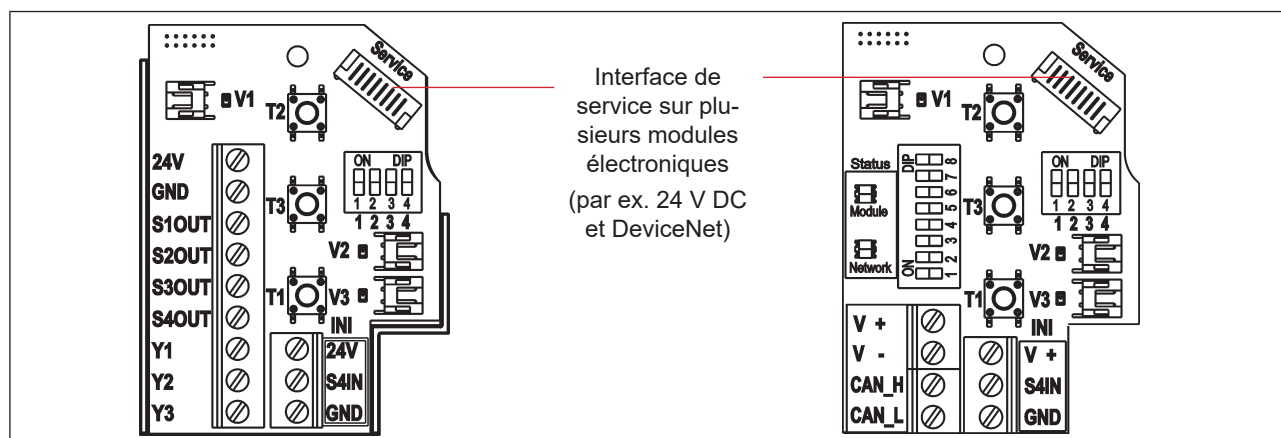

Fig. 9 : Emplacement de l'interface de service sur plusieurs modules électroniques
Le PC est connecté via l'interface de service - voir « Fig. 9 : Emplacement de l'interface de service sur plusieurs modules électroniques ». Pour davantage d'informations sur l'élément de menu « Service », se reporter au manuel « Programme de service sur PC ».
**On peut la désactiver à l'aide du** programme de service pour PC, le PC est connecté via l'interface de service - voir « Fig. 9 ». Pour davantage d'informations, se reporter au manuel du logiciel « Programme de service sur PC » dans l'élément de menu « Système / mise en service ».